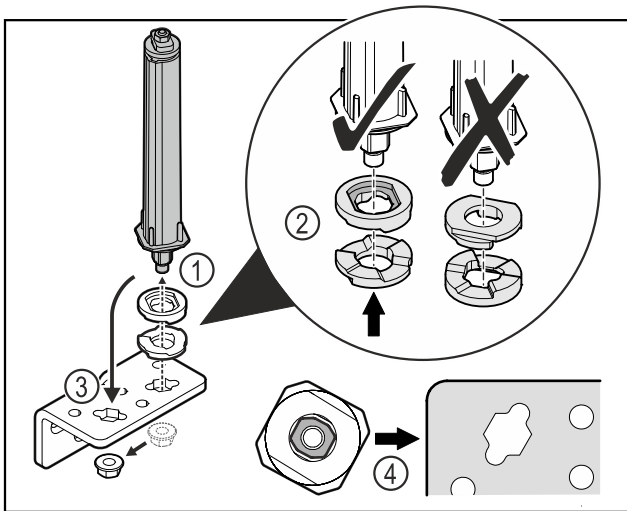

Fig. 32
- ▶ Mutter lösen und Türschließsystem entfernen Fig. 32 (1).
- ▶ Auf die korrekte Ausrichtung der Höhenverstellscheiben achten Fig. 32 (2).
- ▶ Türschließsystem im Scharnierwinkel umsetzen und mit der Mutter fixieren Fig. 32 (3).
- ▶ Beim Einsetzen auf die korrekte Ausrichtung des Türschließsystems achten Fig. 32 (4).